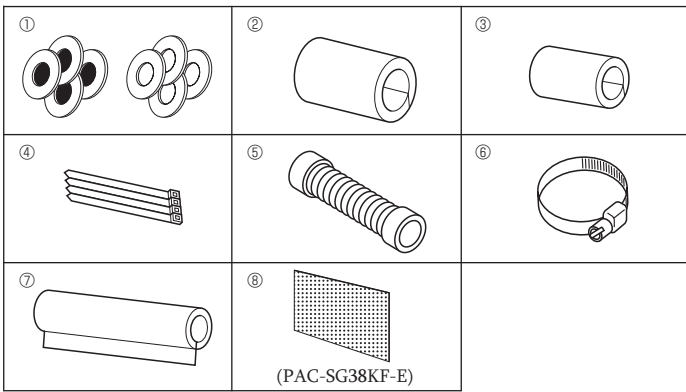

Fig. 3-1
3.1. Ծանոթացեք ներքին բլոկի պարագաներին (Fig. 3-1)